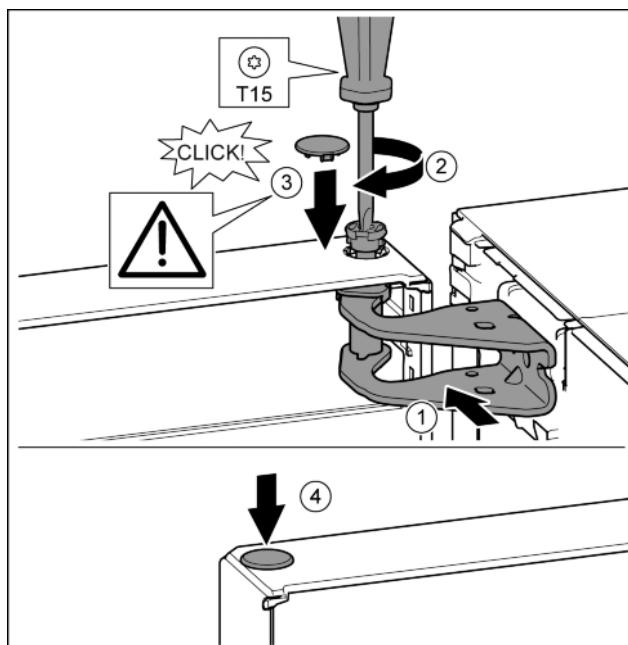

Fig. 17
- Вирівняйте дверцята зверху по отвору в опорному кронштейні. *Fig. 17 (1)*
- Вставте палець та закрутіть за допомогою викрутки T15. *Fig. 17 (2)*
- Встановіть захисну кришку для захисту дверцят: вставте захисну кришку і проконтрольуйте, щоб вона прилягала до дверцят. Якщо це не так, повністю вставте палець. *Fig. 17 (3)*
- Вставте пробку. *Fig. 17 (4)*